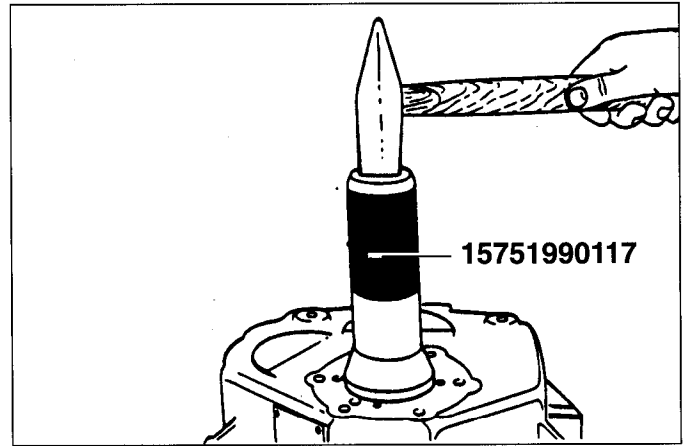

Fig. 16
- 8) Estrarre dal coperchio la coppa cuscinetto (50) utilizzando l'attrezzo (15751990177) battendo sulla superficie maggiore (Fig.16).
- 8) Drive off taper roller bearing (50) outer race from housing cover by use of tool (15751990177) (Fig.16).